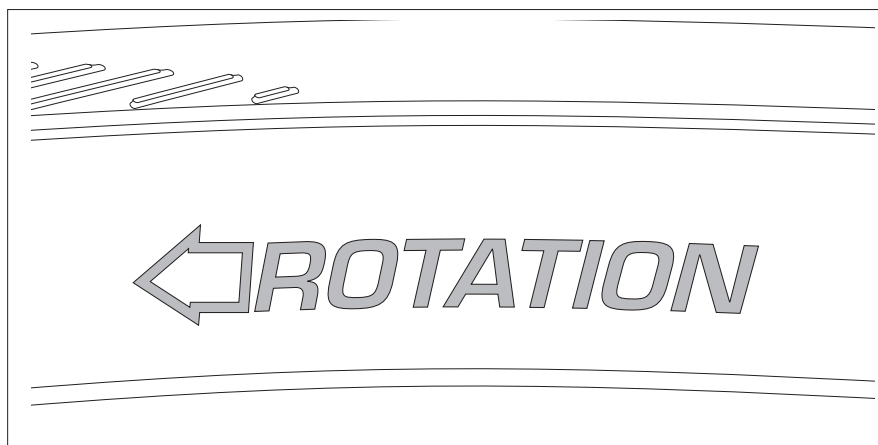

Fig.12
- Observer le sens du roulement figurant sur le pneu (Fig. 12).